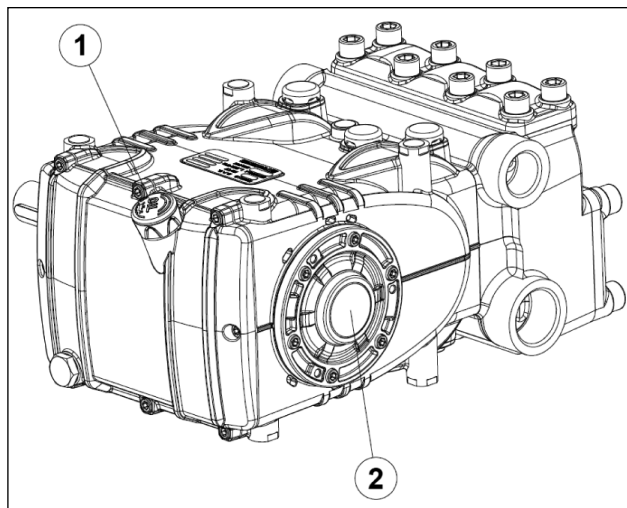

图 14
- 通过专用油位尺（部件号 ① 图 14）检查泵壳中的油位是否达到要求，特别是通过油位指示灯（部件号 ② 图 14）检查。